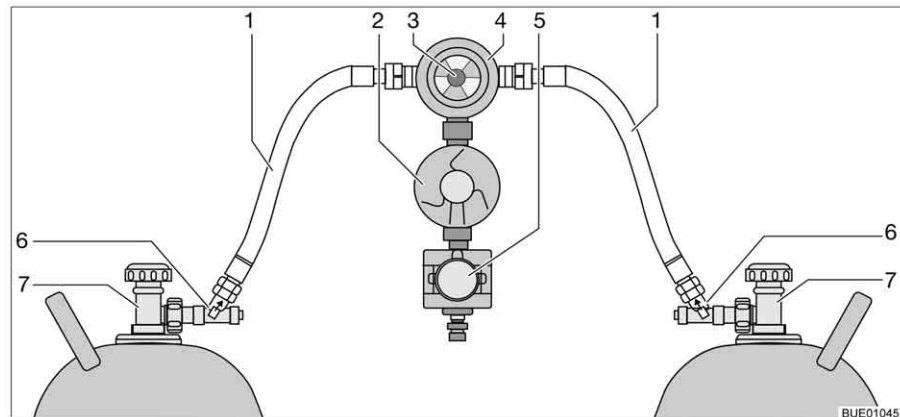

Fig. 149 Instalación de conmutación Crash-Protection-Unit
La Crash-Protection-Unit se compone de dos restrictores de desbloqueo manual (Fig. 149,6), una válvula selectora (Fig. 149,4) con regulador de presión (Fig. 149,2), una electroválvula (Fig. 149,5) y la unidad de mando con LED de tres colores. La válvula selectora está montada entre las dos gomas del gas (Fig. 149,1).
Con el botón giratorio (Fig. 149,3) en la válvula selectora se puede determinar cuál de las bombonas de gas se utilizará como bombona de servicio y cuál bombona de gas como bombona de reserva.
En la unidad de mando (Fig. 150) únicamente pueden conmutarse las funciones eléctricas. Las llaves de paso principales de las bombonas de gas (Fig. 149,7) y los desbloques (Fig. 149,6) deben abrirse a mano.
- Abrir las llaves de paso principales en las bombonas de gas (Fig. 149,7).
- Pulsar los desbloques (Fig. 149,6), uno tras otro, durante 10 segundos.
- Con el botón giratorio (Fig. 149,3) en la válvula selectora (Fig. 149,4), seleccionar la bombona de gas de la que habrá de tomarse el gas principalmente (bombona de servicio). Girar el botón giratorio siempre hasta el tope.
- Cerrar las llaves de paso principales en las bombonas de gas (Fig. 149,7).